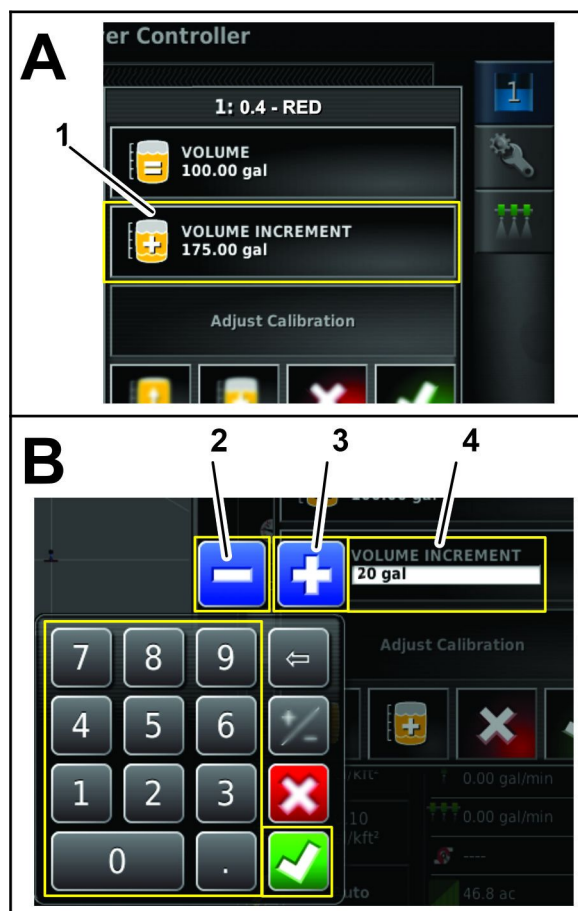

Figura 126
1. Pressione o ícone ABASTECER RESERVATÓRIO (Figura 126).